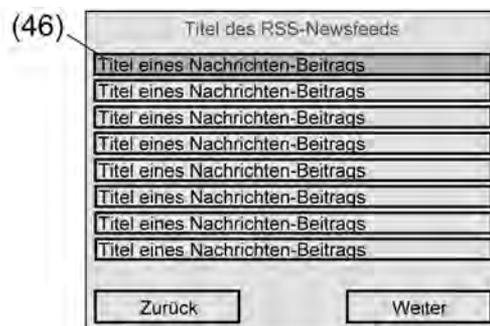

Bild 43: Anzeigeseite eines RSS-Newsfeeds
Eine RSS-Schaltfläche zeigt den Text "keine Daten geladen", wenn das Tableau nicht in der Lage gewesen ist, die Feed-Inhalte synchronisieren zu können (z. B. Server der RSS-Quelle offline, Internetverbindung gestört, falsche URL angegeben) oder beispielsweise nach einem Gerätereset noch keine Daten abgerufen wurden. Sobald der Bediener eine RSS-Schaltfläche antippt, verzweigt das Tableau auf die Anzeigeseite des entsprechenden RSS-Newsfeeds (Bild 43).
- i** Der Lesemodus eines Feed-Beitrags kann erst dann geöffnet werden, wenn das Tableau alle Beiträge des entsprechenden RSS-Newsfeeds vollständig laden konnte. Ist der Ladevorgang noch nicht abgeschlossen, zeigt das Tableau beim Antippen der "Weiterlesen"-Schaltfläche eines Beitrags (Bild 43) keine Reaktion. In diesem Fall sollte noch etwas gewartet werden, bis der Ladevorgang, der grundsätzlich im Hintergrund stattfindet, abgeschlossen ist.